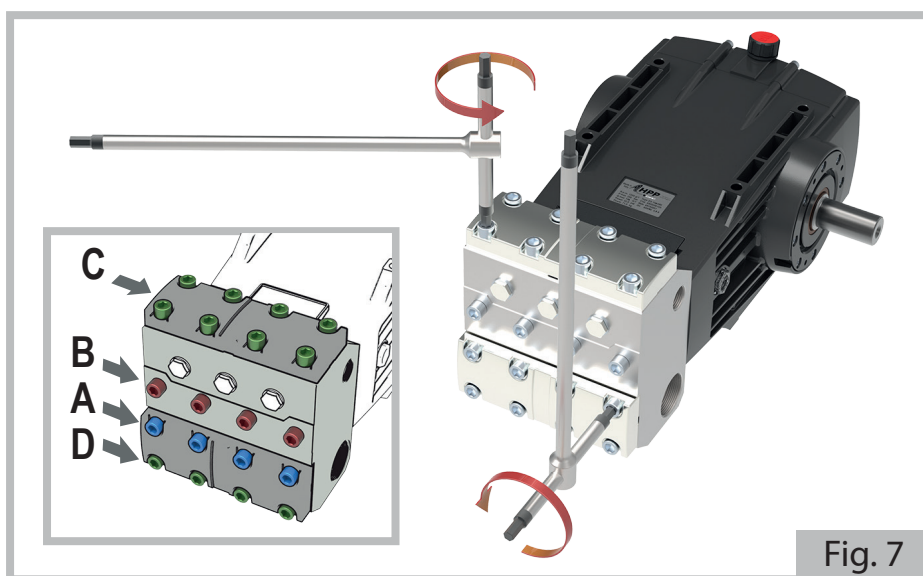

Fig. 7
- a) Démonter les deux bouchons de la soupape (1) de la tête (3), en dévissant les vis **A-C-D** (voir détail figure 7) avec une clé mâle à six pans de 12 mm, en suivant la procédure ci-dessous :
- retirer les deux bouchons de soupape (1)